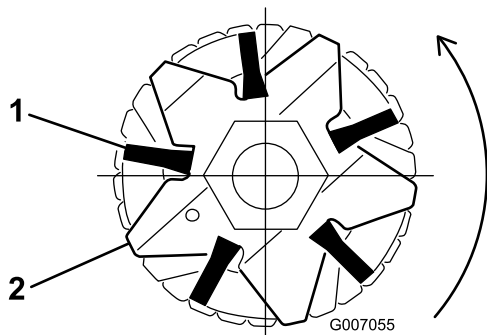
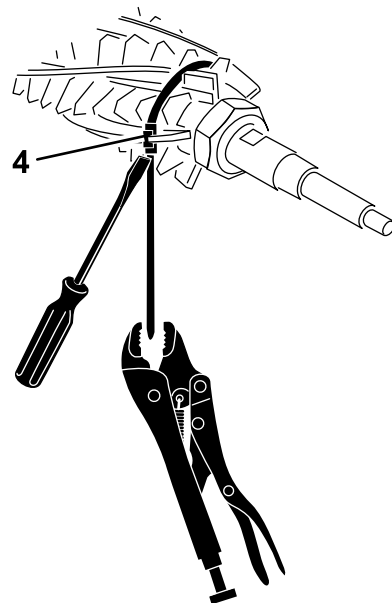

図 19
図 20
2. ブラシが、グルーマの刃のスロットにきちんと嵌まっているのを確認する (図 19 および図 20)。
3. 図 20 に示すように、グルーマリールのシャフトとブラシにストラップを巻きつけ、ブラシについている溝にストラップを入れる。
注 ブルーマのブラシが刃のスロットに正しく嵌まっていない場合には、グルーマ・シャフトの両端についているグルーマ刃の固定ナットをゆるめ、ブルーマ・ブラシの位置を正しく刃のスロットに調整しなおしてからグルーマ刃の固定ナットを締め付ける (図 20)。
4. ストラップのバックルをドライバ (ねじ回し) で押えながら、ロックプライヤーでストラップをつかみ、ストラップを引っ張ってブラシの溝に完全に嵌める (図 20)。
5. バックルから 6.4 mm 程度のところでストラップを切断し、余った部分はバックルに折り込む (図 20)。